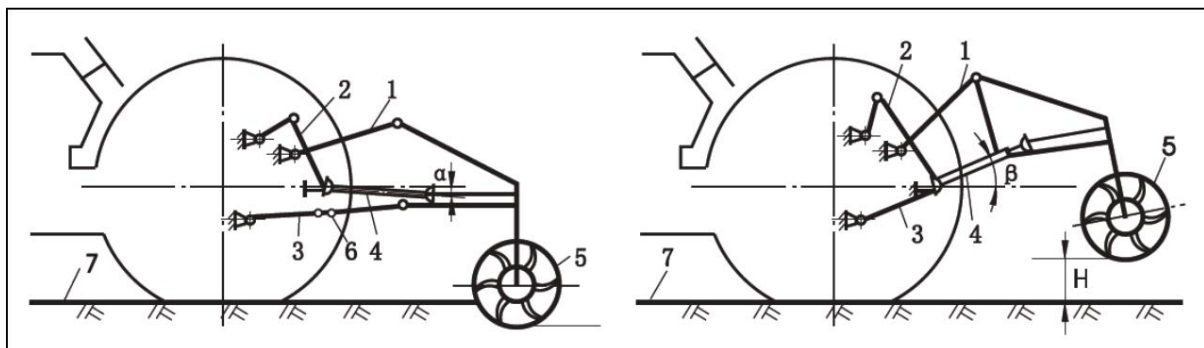

Figura 1-1 Tractor YTO con cultivador rotativo
- (3) Los pernos, tuercas y otras piezas que se aflojan fácilmente, como el volante, las tuercas del volante, los pernos de conexión de la unidad de tracción y la caja de transmisión, siempre deben revisarse y apretarse cuando estén flojos.
- (4) Antes de realizar mantenimiento a los aparatos eléctricos, retire los cables de tierra de la batería; de lo contrario, los elementos eléctricos podrían quemarse.
- (5) Antes de examinar, lavar, ajustar, reparar y realizar el mantenimiento del tractor y los implementos agrícolas, detenga el tractor y el motor, coloque la palanca de cambios y la palanca de la toma de fuerza en posición neutra y presione el freno de estacionamiento. Todo esto sirve para asegurarse de que todas las piezas móviles estén quietas.
- (6) El remolque sólo podrá ser arrastrado por una barra de tracción en lugar de por un enganche de tres puntos.
- (7) Cuando el tractor esté funcionando con un implemento agrícola enganchado, desatornille en sentido antihorario la perilla de control de velocidad de descenso (debajo del asiento del conductor) para bloquear los implementos; de lo contrario, la manija del eje oscilante podría golpearse y hacer que el implemento caiga repentinamente.
- (8) Cuando la toma de fuerza esté funcionando con carga, no gire el tractor bruscamente; de lo contrario, la junta universal podría dañarse.
- (9) Antes de conducir los implementos agrícolas con la toma de fuerza, verifique si el tractor funciona bien con los implementos. Generalmente, el ángulo α entre la toma de fuerza y el eje de transmisión de la junta universal no debe ser mayor a 10° , consulte la figura 1-1 (a).
Después de levantar los implementos cuando el tractor gira hacia el final, el ángulo β no debe ser mayor a 30° cuando la altura h desde el rodillo cultivador rotatorio hasta el suelo no debe ser menor a 250 mm, consulte la figura 1-1 (b).